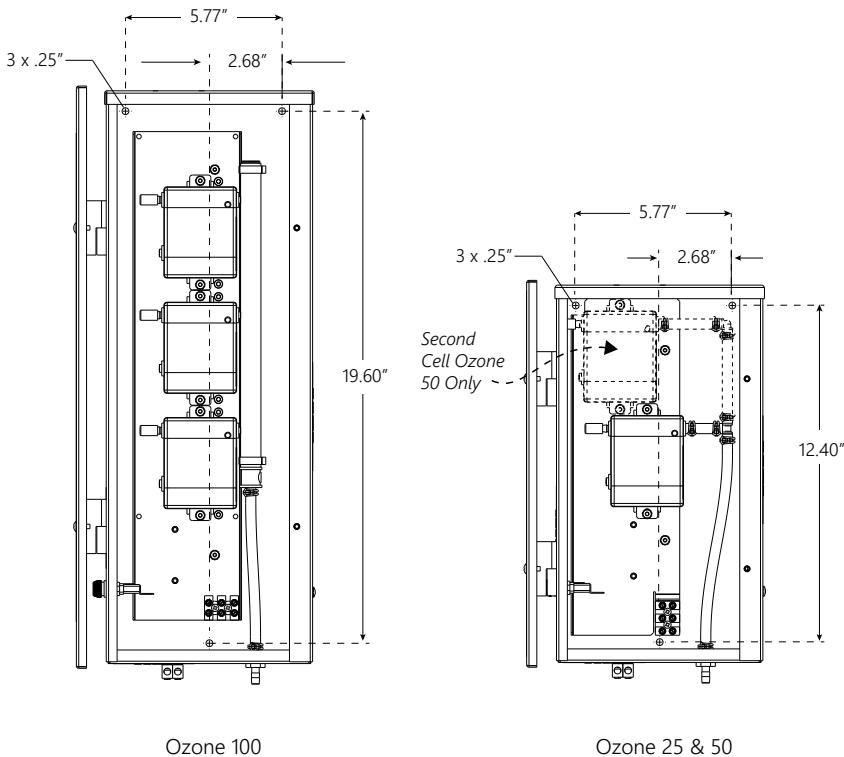

Figure 1: Dimensions des Trous de Montage
- Le DEL Ozone® doit être installé à l'extérieur, ou à l'intérieur dans une salle ventilée à air puisé, et de façon à ce que l'orientation soit exactement comme dans la Figure 1. Installer pour fournir une vidange d'eau afin de protéger les composants électriques.
1. Ouvrez la porte de l'enceinte et trouvez les trois trous de montage sur la paroi arrière de l'enceinte. Vous trouverez deux trous situés en haut à gauche et à droite, et un autre situé en bas, dans le centre. Reportez-vous à l'illustration de la Figure 1 pour plus de clarification.